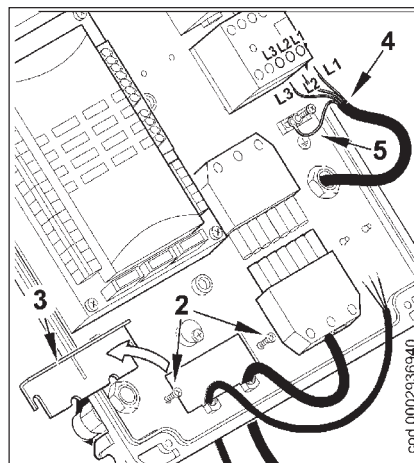

Рис. 2
- 2) Отвинтить винты (2) и, после снятия плиты для крепления кабелей (3), продеть через отверстие 7-штырьковый разъем и кабель управления модуляцией (рис. 2). Соединить кабели питания (4) с дистанционным выключателем, закрепить кабель заземления (5) и зажать соответствующую кабельную муфту.